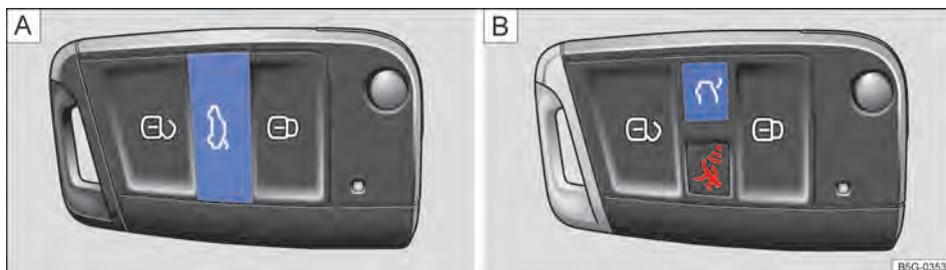

Fig. 72 Na chave do veículo: botão para destravar a tampa do compartimento de bagagem.
- Pressionar brevemente o botão ou na chave do veículo → Fig. 72 **A** **B** para destravar a tampa do compartimento de bagagem.